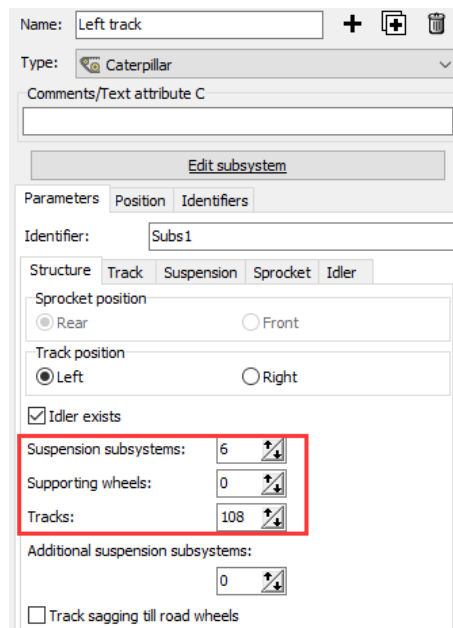

图 1.4
2. 该车辆每侧有 **6** 个负重轮，无托带轮，共计 **108** 块履带板，请按图 1.4 所示修改相应数值。